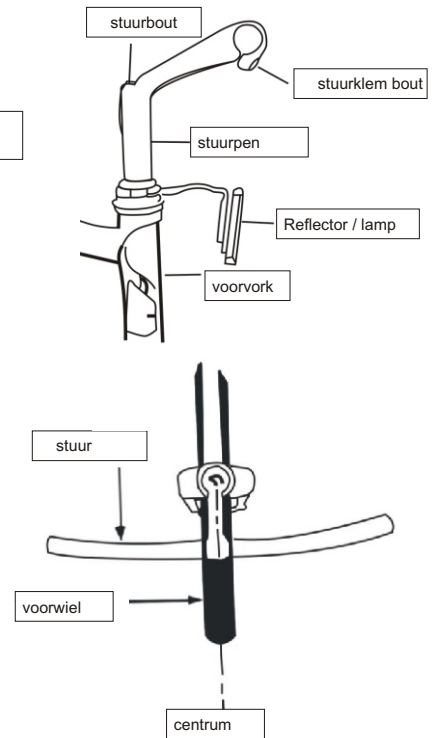

fig.10 Stuur en stuurpen montage
Omdat uw fiets is uitgerust met een verstelbare stuurpen, wees er altijd van overtuigd dat de bouten stevig vast staan voordat u gaat fietsen. (Zie fig. 10)
6) Wees er van overtuigd dat stuur en stuurpen stevig zijn vastgezet voordat u gaat fietsen. Als u het wiel tussen uw knieën knelt mag het stuur niet meer te draaien zijn. Als u op het stuur naar beneden gaat drukken dan mag het stuur niet meer bewegen. (zie fig.10)